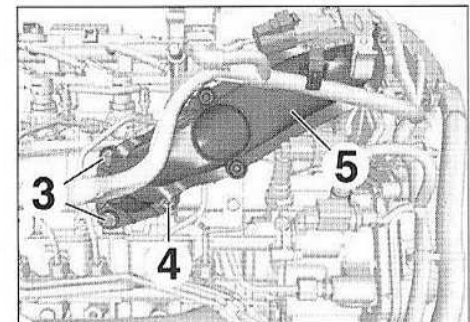

FIG.68
- Déposer (Fig.68) :
- les vis (3),
- le goujon (4),
- le tube de liaison d'admission d'air (5).